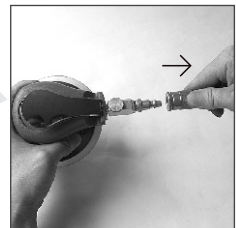

Рис. 5
2. Разъедините инструмент и воздушный шланг. (см. рис. 5)
1. Отсоедините воздушный шланг от инструмента (см. рис. 5).
1. Отсоедините инструмент от воздушного шланга (см. рис. 5).